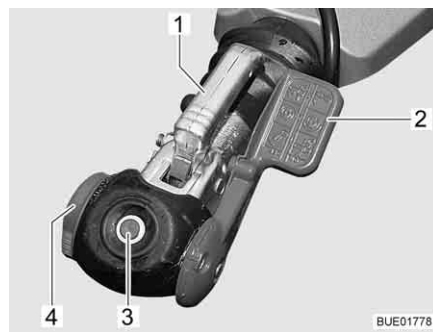

Bild 4 Sicherheitskupplung AKS 1300
- Stabilisierungshebel (Bild 4,2) in oberste Stellung bringen.
- Handrad (Bild 4,4) entgegen dem Uhrzeigersinn bis zum Anschlag in Offenstellung drehen.
- Kupplungsgriff (Bild 4,1) nach oben ziehen.
- Sichtkontrolle durchführen: Der grüne Zylinder der Sicherheitsanzeige (Bild 4,3) muss sichtbar sein.